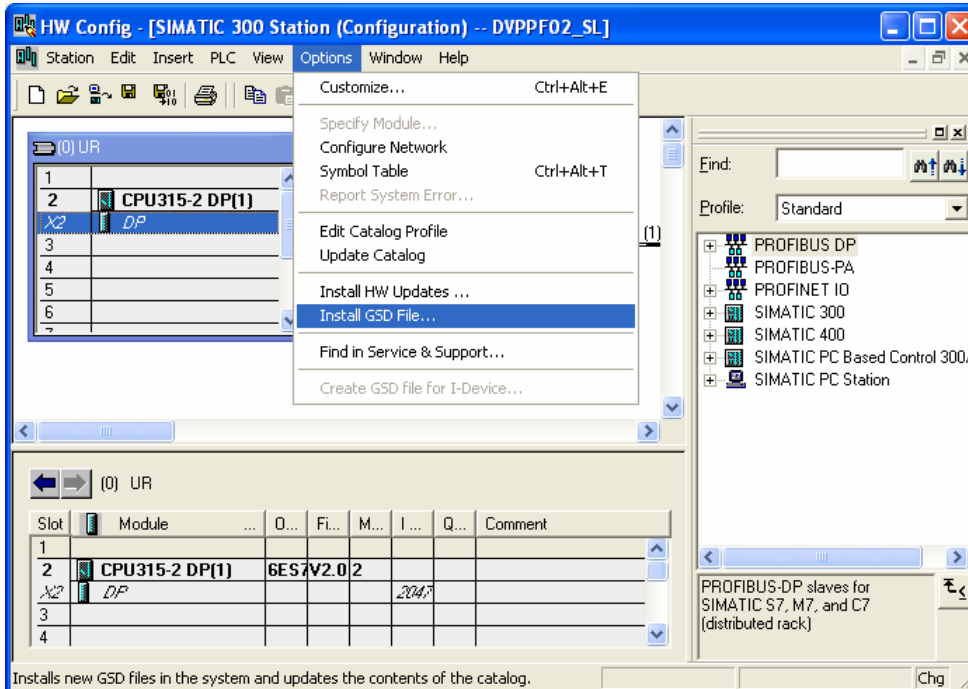

图 10-17
1. 在 HW Config 窗口中，选择“Options”>>“Install GSD File”，如图 10-17 所示。